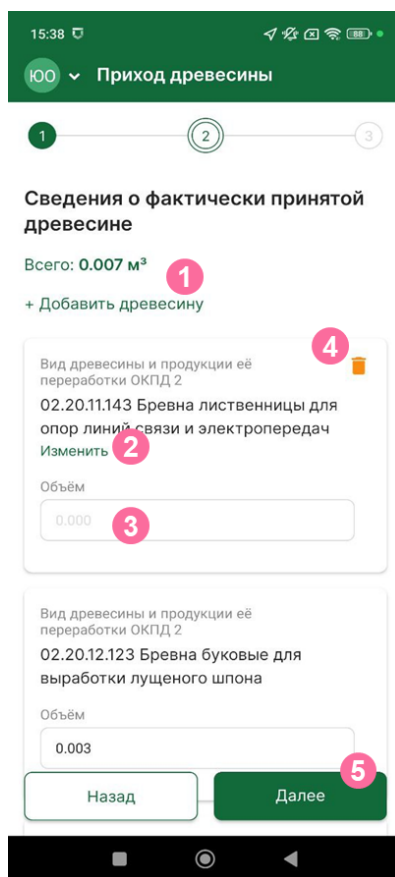

Рисунок 17 – Сведения о фактически принятой древесине
- 5 При добавлении всех необходимых видов и указания их объема, требуется нажать на кнопку «Далее». (рисунок 17)